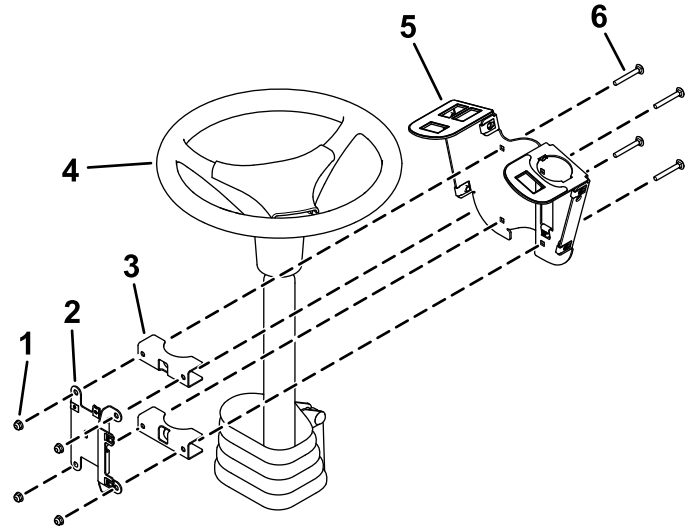

Figure 4
1. Fixez légèrement le support autour de la colonne de direction avec 4 boulons de carrosserie (1/4" x 2"), 2 supports de fixation, la plaque de montage de fusible et 4 contre-écrous (1/4"), comme montré à la Figure 4.